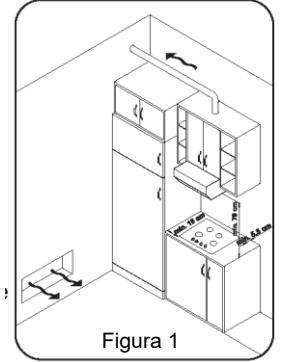

Figura 1
- Dacă Trio este amplasat lângă un dulap, indiferent în care laterală, distanța dintre Trio și dulap trebuie să fie de cel puțin 15 cm (consultați Figura 1); în timp ce distanța dintre Trio și perețele din spate trebuie să fie de cel puțin 5,5 cm. Distanța dintre Trio și oricare altă unitate sau aparat de deasupra sa (de ex. o hotă) nu trebuie să fie mai mică de 70 cm (Figura 1).